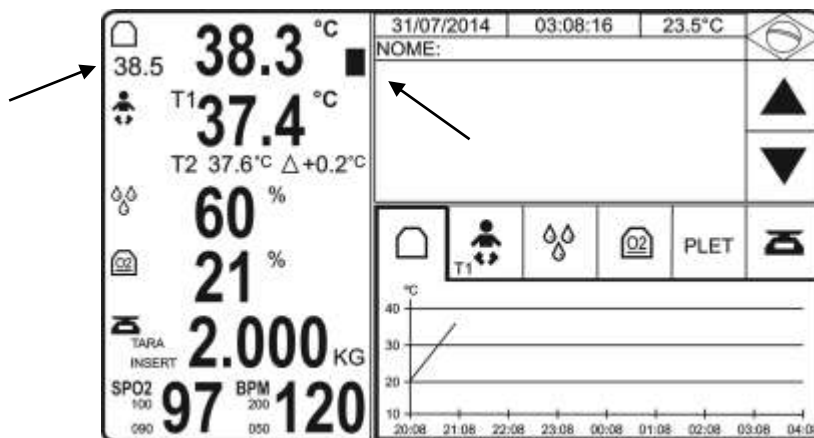

Figura 131 – Set point da temperatura do AR acima de 37°C
- A direita do valor lido para a temperatura do AR há uma barra de indicação proporcional do nível de aquecimento, conforme figura 131.
- Os alarmes de AR QUENTE e AR FRIO podem ser ajustados conforme item 6.4.9.4 – *Menu Alarmes*.